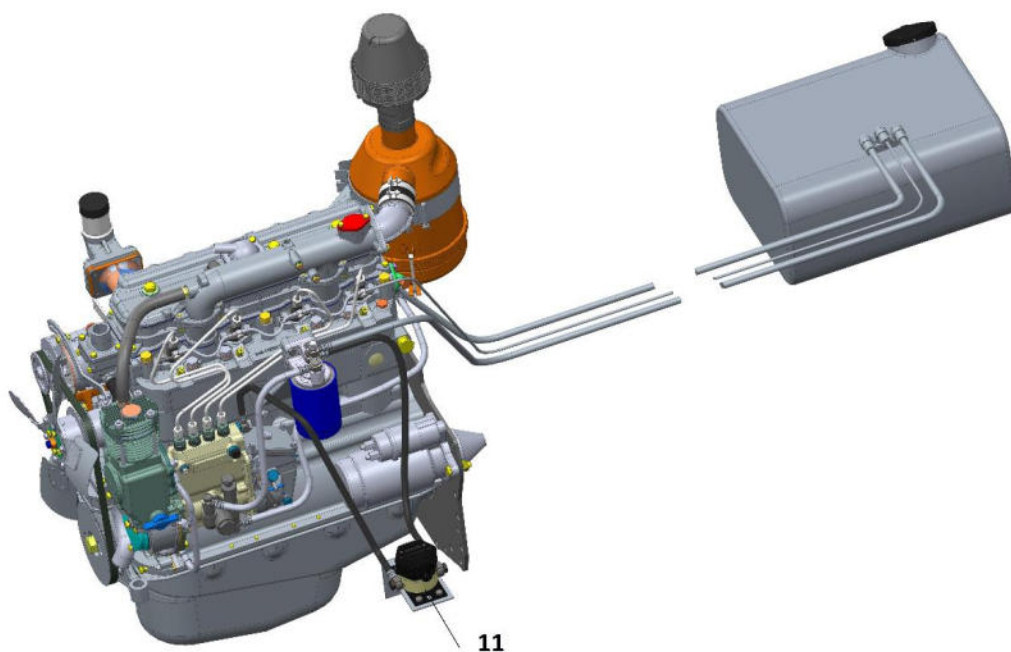

рис. 4.7. Подключение счетчика eurosens Direct (поз. 11).
- 5) Выход счетчика соединить со входом ТНВД. (рис. 4.7). Направление потока топлива указано стрелками на корпусе счетчика.